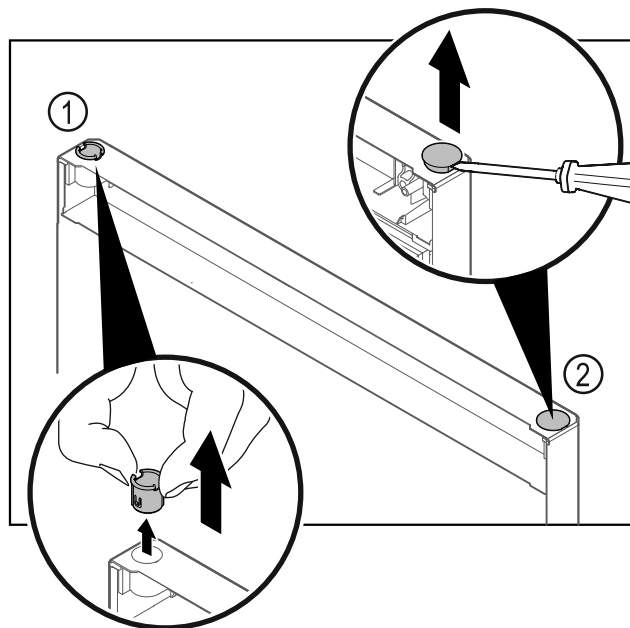

Fig. 30 Fagyasztórész ajtaja
- Húzza ki az ujjával a csuklópánt-perselyt Fig. 30 (1).
- A fedődugót Fig. 30 (2) egy csavarhúzóval óvatosan emelje meg és húzza ki.